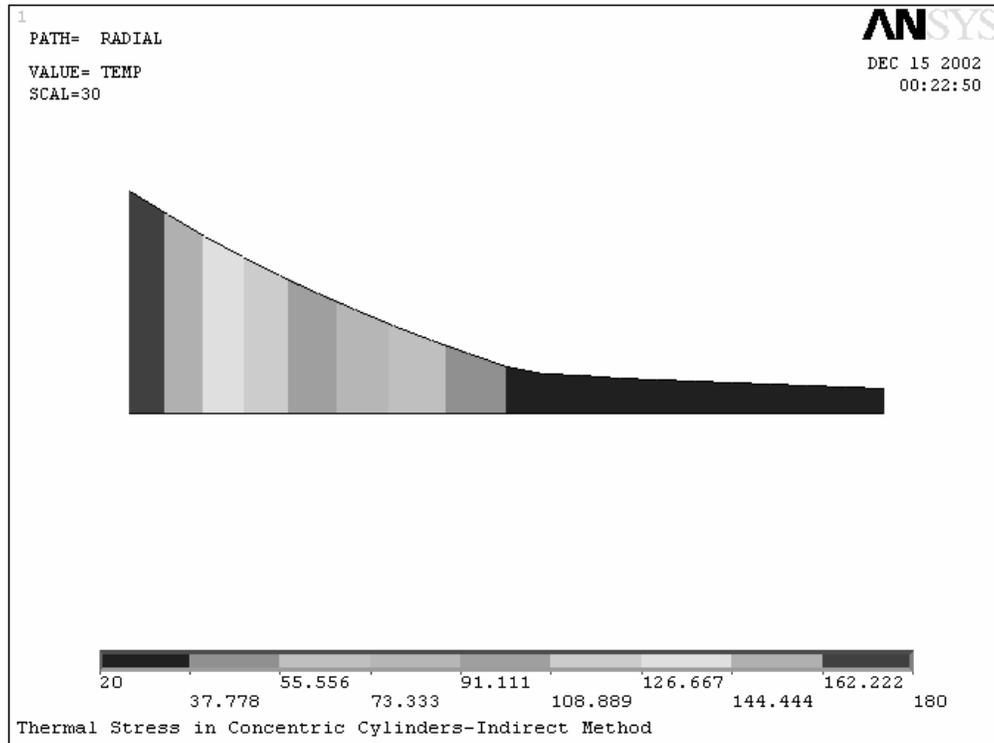

图 12.33 温度沿路径的几何图
15. 单击对话框中的显示路径项目列表框中的“TEMP”选项，使其高亮度显示。在 Scale factor offset（比例系数）文本框中输入“30”，其余设置保持默认，然后单击 **OK** 按钮关闭对话框。在 ANSYS 图形显示窗口中将会显示，温度沿路径的几何图，如图 12.33 所示。